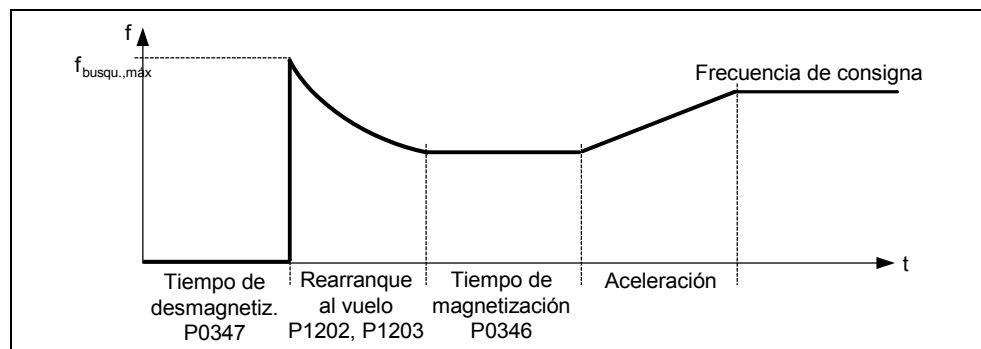

Figura 3-60 Re arranque al vuelo
Según se ajuste en el parámetro P1200 y una vez acabado el tiempo de desmagnetización P0347 se inicia el rearranque al vuelo con la frecuencia de búsqueda máxima $f_{\text{búsq.máx}}$. (véase Figura 3-60).
- Característica V/f (P1300 < 20): Con la velocidad de búsqueda que resulta del calculo en P1203, se disminuye la frecuencia de búsqueda en función de la intensidad del circuito intermedio. A la vez se aplica al motor la intensidad de búsqueda parametrizada en P1202. Si la frecuencia de búsqueda se encuentra cercana a la frecuencia del rotor, cambia repentinamente la intensidad del circuito intermedio, ya que el flujo en el motor aumenta. Una vez alcanzado ese estado, la frecuencia de búsqueda permanece constante y la tensión de salida cambia al valor de tensión de la característica V/f durante el tiempo de magnetización P0346, (véase Figura 3-60).